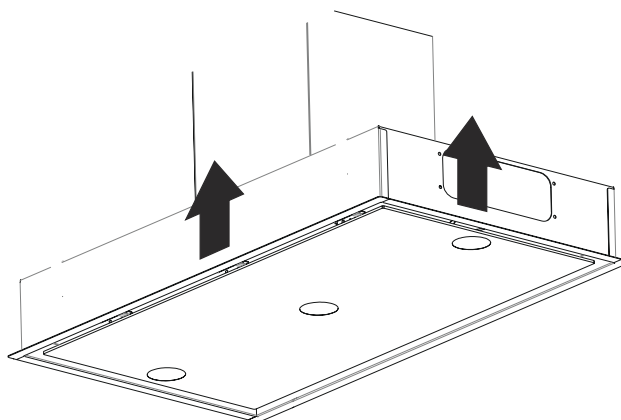

Fig. 9
3. ➔ Produkten skjuts upp i hålet (Fig. 9).